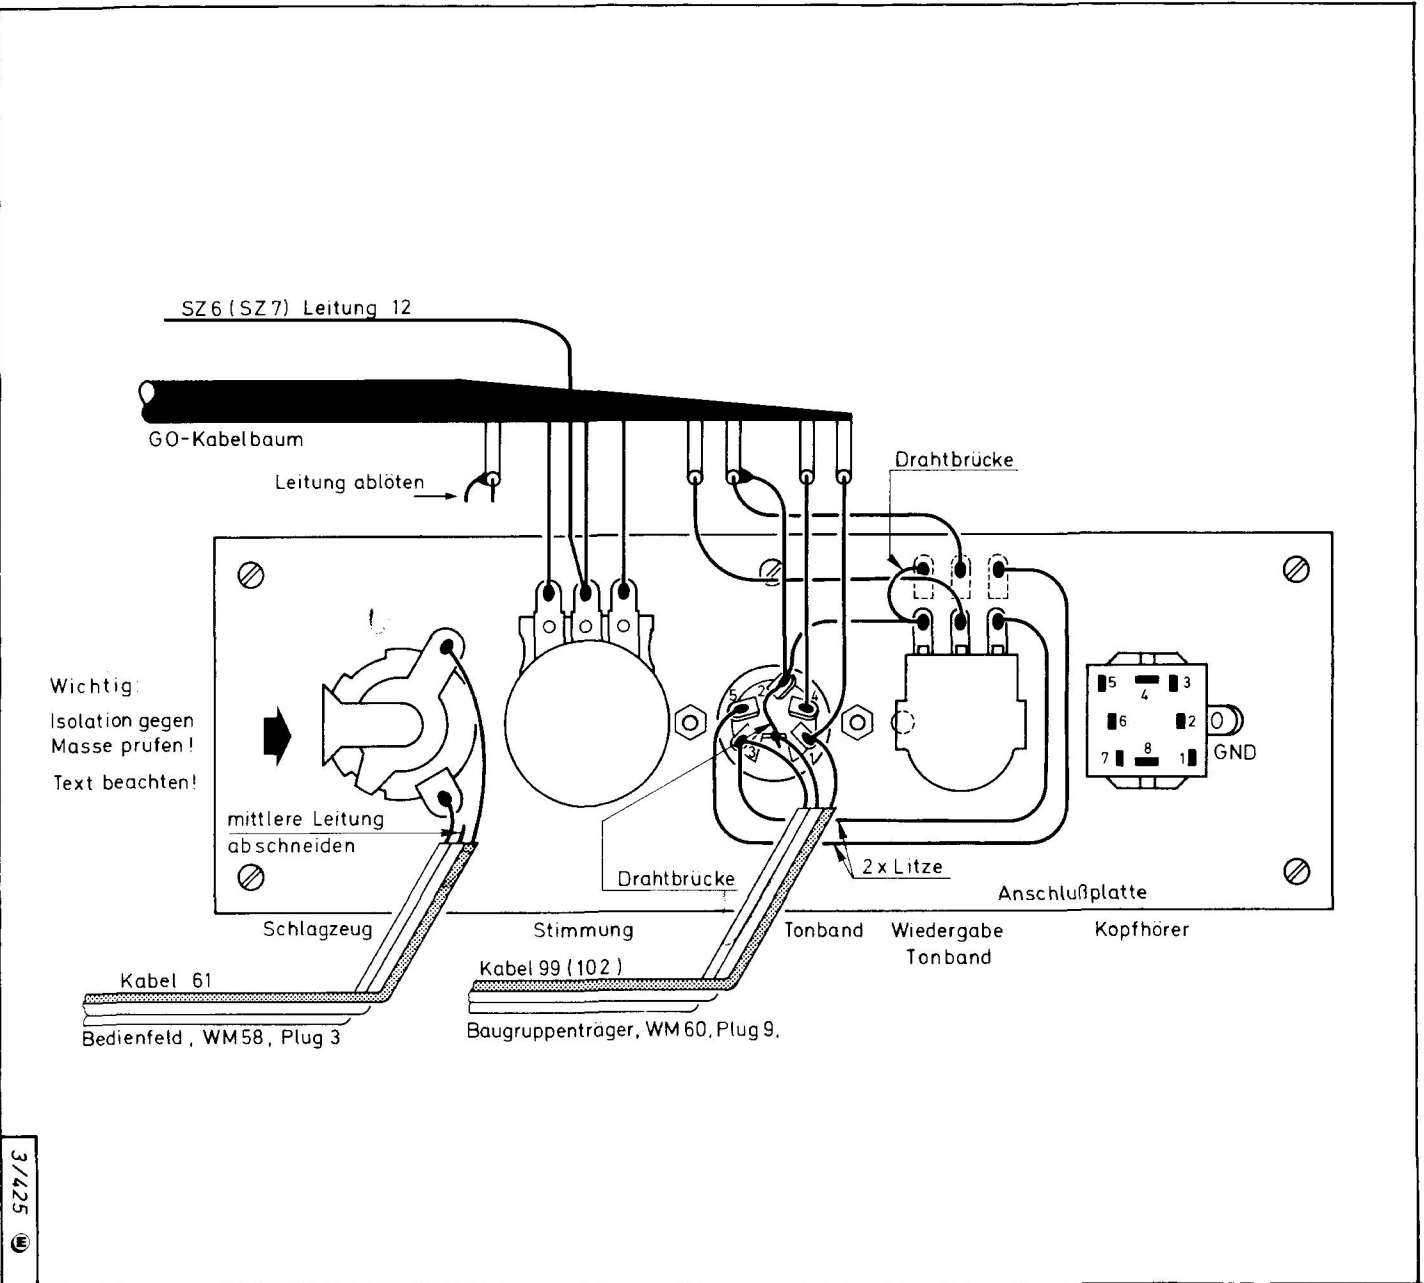

Abb. 35: Anschluss Tonbandbuchse und Fernstart
Das Kabel 61 an die beiden Lötflächen anlöten : schwarz plus rot an die eine Fahne, braun an die andere. (Abb. 35)
- d) Flachkabel 99 (bei Galaxis 102) von Plug 9 der WM 60 zur Tonbandbuchse "Tape" führen und dort nach Abb. 35 zu den vorhandenen Leitungen hinzulöten. (Bei den Zweikanalmodellen W 2, 3, 4 wird nur ein Kanal für die Datenübermittlung verwendet.)
g) Im CX 1-Bedienungsfeld die Tasten Cass. (2) und Program (1) — in dieser Reihenfolge ! — drücken. Im Display erscheint P 0. Das CX 1 ist nun empfangsbereit für die Daten von der Kassette.
**Hinweis:** Bei Übertragungsfehlern zeigt das Display im entsprechenden Block ein "E" oder "F" an. Bei einer Fehleranzeige direkt am Anfang des Einlesens liegt dies in der Regel an einem zu niedrigen oder zu hohem Pegel des Datensignals. Abhilfe: P 6 auf der Steckkarte WM 53 aus der Mittelstellung (=mittlere Empfindlichkeit) nach links (= leiser) oder rechts (= lauter) verdrehen und einen neuen Versuch der Datenübermittlung starten. Bei Fehlern mitten im Programm können die verschiedensten Störungen die Ursache sein. Sie brauchen die Kassette dann nicht bis zum Anfang zurückzuspulen, es genügt ein kurzer Rücklauf bis zu dem als letzten noch richtig angezeigten Block, Taste "Program" (1) erneut drücken und Rekorder starten.